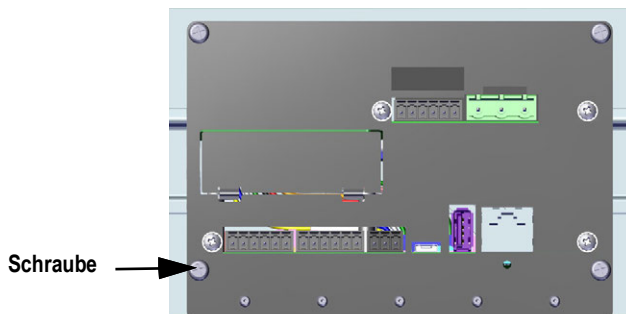

Abbildung 2-25. Schraube an der unteren Platte
1. Die in Abbildung 2-25 hervorgehobene Schraube herausdrehen.